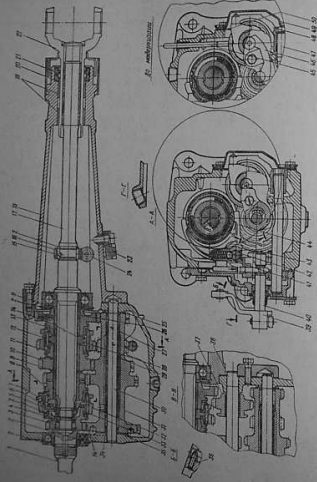
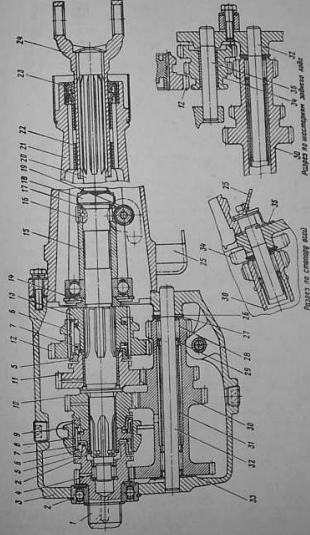

Рис. 59. Коробка передач автомобиля 2140
Рис. 60. Коробка передач автомобиля 2138
На автомобилях 2140 сначала устанавливались коробки передач 412-1700010: после модернизации в декабре 1980 г. с номера 412100-80 производственного выпуска – 412-1700010-01, а с сентября 1984 г. – 2140-1700010-10 (рис. 59). Первые две взаимозаменяемы, а последняя отличается от коробки передач 412-1700010-01 измененным передаточным числом редуктора привода спидометра, компенсирующим внедренное одновременно изменение передаточного числа редуктора заднего моста.
Цифрами на рис. 59 обозначены следующие детали:
На автомобилях 2138 установлена коробка передач 408-1700010, существенно отличающаяся от описанных выше (рис. 60).
В картере 50 (см. рис. 59) на неподвижном стержне 43 установлены две скользящие вилки переключения передних передач. Вилка включения заднего хода 48 вынесена с помощью поперечного валика 47 на сторону, противоположную боковой крышке.
*Позиции без скобок относятся к рис. 59, а в скобках к рис. 60.
Маслозаливное отверстие перенесено с картера на боковую крышку (см. рис. 59). В связи с тем что оно в то же время и определяет необходимый уровень мас-
Изменена конфигурация фланца удлинителя, который теперь фиксирует оси блока шестерен и паразитной шестерни от проворота и выпадения и с целью исключения случаев течи закрывает сопряжение оси блока с картером (см. рис. 59). Соответственно изменены прокладка удлинителя и оси, а стопор осей аннулирован. Измененный удлинитель может быть использован для коробок передач прежних выпусков комплектом с измененными осями и прокладкой. Измененные оси и прокладка могут устанавливаться на коробки передач прежних выпусков без переделок.